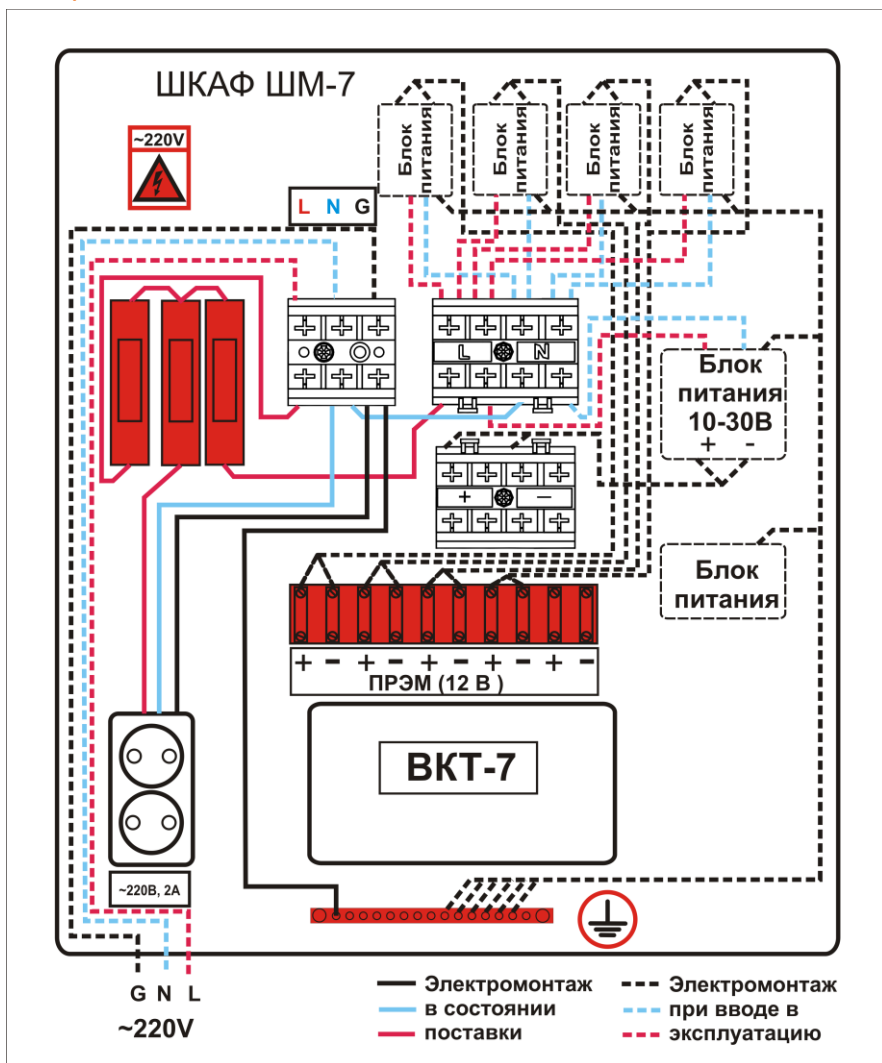

Рисунок 3 – Схема подключения
Схема подключения показана на рис. 3. С целью исключения несанкционированного доступа шкаф закрывается на ключ.
3. Соединить блоки питания датчиков с клеммниками в соответствии со схемой, приведенной на рис. 3.
6. Завести кабель питания через гермоввод PG7, подсоединить его к клеммнику согласно рис. 3 и зажать гермоввод. Для фиксации кабеля использовать держатели, входящие в комплект поставки.
8. Выполнить соединения линий питания датчиков и сигнальных линий в соответствии со схемой, приведенной на рис. 3, и эксплуатационной документацией составные части теплосчетчика. Для фиксации линий использовать стяжки и крепеж, входящие в комплект поставки.